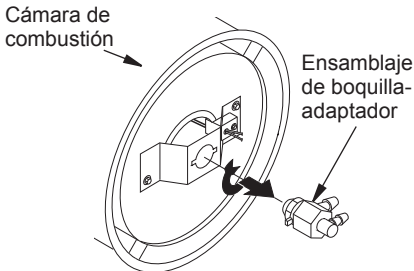

Figura 15 - Desmontaje del ensamblaje de la boquilla-adaptador
4. Gire el ensamblaje de la boquilla 1/4 de vuelta a la izquierda y tire de él hacia el motor para desmontarlo (consulte la figura 15, página 37).
10. Fije el ensamblaje de la boquilla al soporte del quemador (consulte la figura 15).